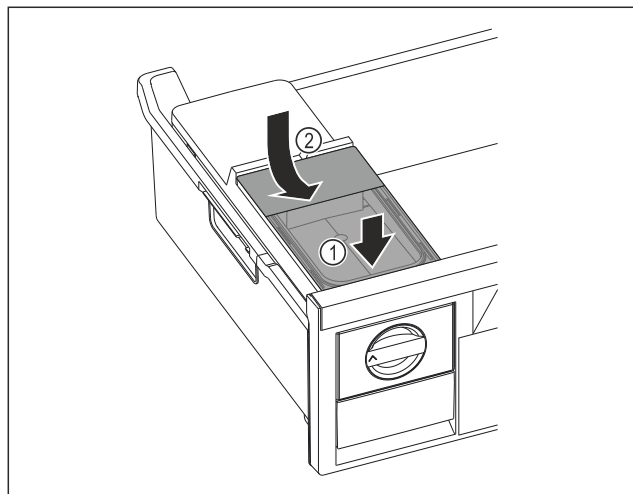

Fig. 43
- ▶ Помістити бак для води спереду. Fig. 43 (1)
- ▶ Опустити бак для води ззаду. Fig. 43 (2)